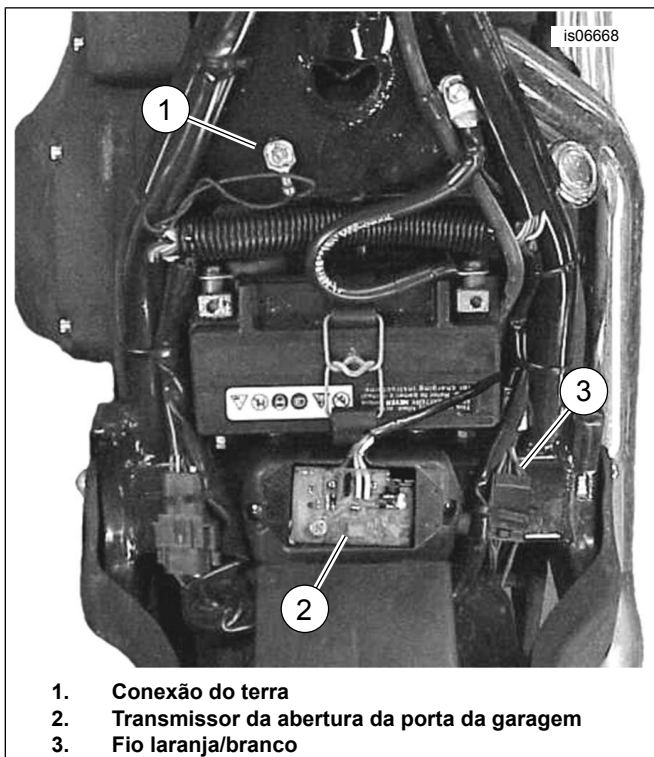

Figura 3. Montagem do transmissor (modelos Softails ano 1999 e anteriores)
2. Veja a Figura 3. Remova o parafuso terra (1), localizado no topo da estrutura, sob o assento perto do tanque de combustível.